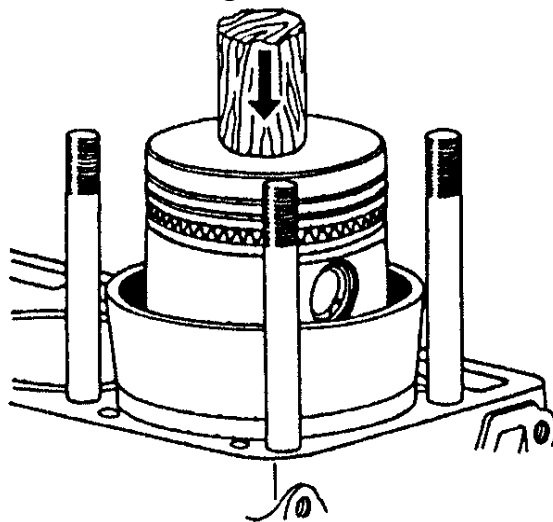

Рис.74. Установка поршня с кольцами в цилиндр
- установить на шатунные болты предохранительные латунные колпачки, смазать чистым маслом вкладыши, поршень, шатунную шейку коленчатого вала и гильзу цилиндра и с помощью оправки установить поршень в цилиндр (рис.74). Перед установкой поршней необходимо убедиться в том, что номер, выбитый на шатуне, соответствует номеру цилиндра, а надпись на поршне "ПЕРЕД" направлена к переднему торцу блока цилиндров;